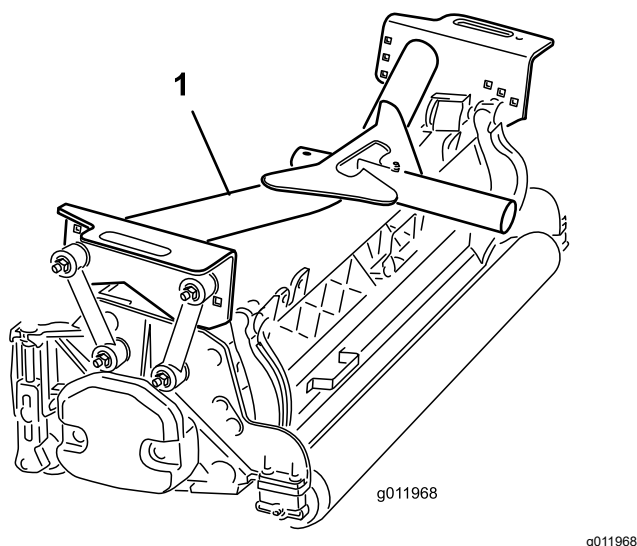

Figura 16
2. Collocate un telaio portante anteriore (Figura 16) su ogni apparato di taglio anteriore.